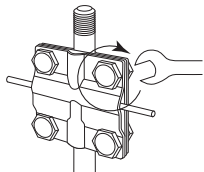

Рисунок 5. Соединение штыря с проводником
7.9. Соединить штырь с проводником или пластиной посредством крестового зажима, предварительно обработав место соединения тонким слоем пасты (см. рисунок 5). Для повышения надежности электрического соединения очаги заземления рекомендуется располагать в форме треугольника, но допускаются и другие схемы соединения.